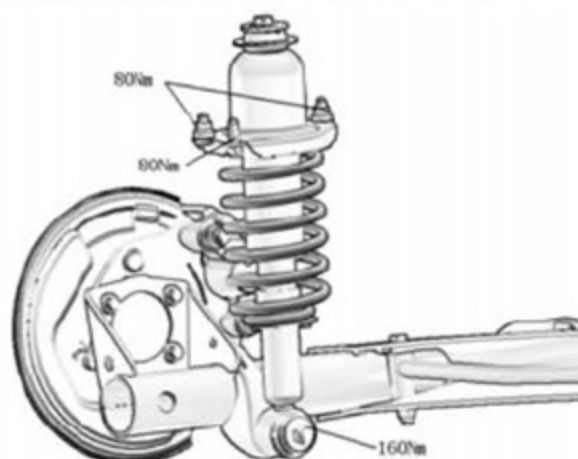

图 5.1-22
(2) 后减振器总成的拆卸
- ① 拆卸后轮。
- ② 拆卸左右后减振器总成。如图5.1-22